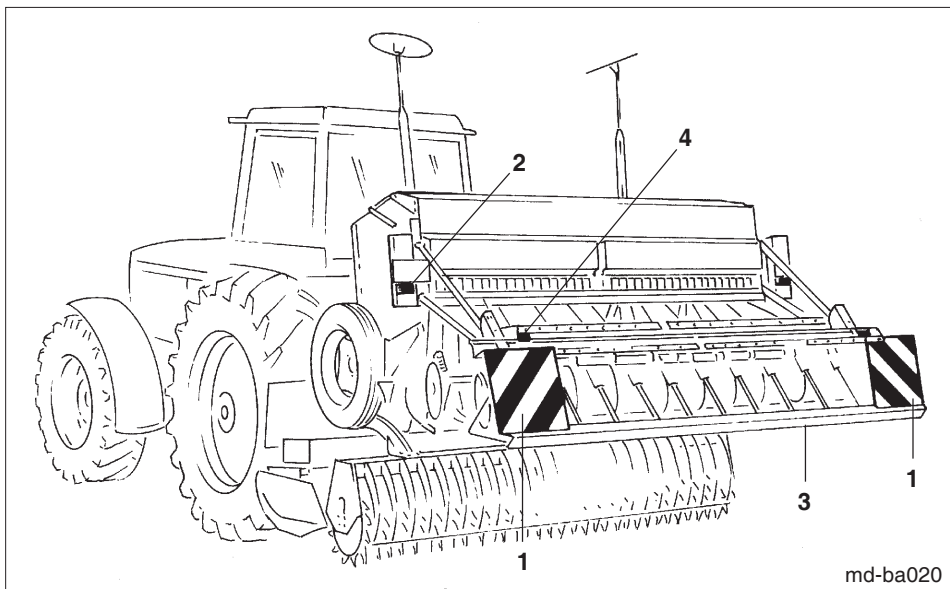

Fig. 18.2
18.1/1) und hinten (Fig. 18.2/1) mit rot-weiß gestreiften Warntafeln ausrüsten. Der Abstand zwischen Warntafeloberkante und der Fahrbahn darf max. 1,5 m betragen. Warntafeln bis max. 10 cm Abstand zur Maschinenaußenkante anbringen!
- Wird die Bodenbearbeitungsmaschine in Kombination mit einer Sämaschine transportiert, ist die gesetzlich zugelassene Aufsteck-Beleuchtung auf die Leuchenträger der Sämaschine aufzustecken, und zwar oben für die Beleuchtung in Fahrtrichtung und unten für die Beleuchtung nach hinten! Gezeigt ist die fest montierte Beleuchtung (Fig. 18.2/2), die auch auf dem Feld nicht abgenommen wird. Zu dieser Beleuchtung gehören auch zwei Rückleuchten (Fig. 18.2/4) und zwei Rückstrahler, die am Exaktstriegel zu montieren sind.
- Die nach hinten ragenden Zinken des Exaktstriegels müssen mit der Verkehrssicherungsleiste (Fig. 18.2/3) abgedeckt werden (Sonderausrüstung)!